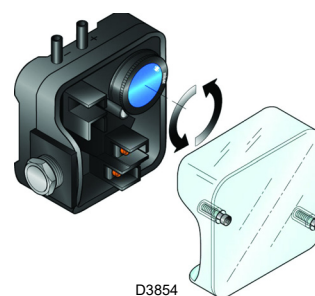

Fig. 30
- Regular el presostato aire (Fig. 30 en la pág. 29) en el inicio de la escala.
Efectuar la regulación del presostato aire, después de haber efectuado todas las demás regulaciones del quemador, con el presostato aire ajustado al inicio de la escala (Fig. 30).